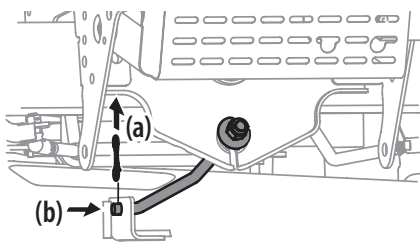

Figura 33
9. En plataformas de 36", 42" y 46", extraiga el pasador de chaveta (a) que sujeta la varilla estabilizadora de la plataforma (b) a la plataforma. Deslice la varilla de elevación de la plataforma fuera de la ménsula de montaje de la plataforma como se ve en la Figura 33.